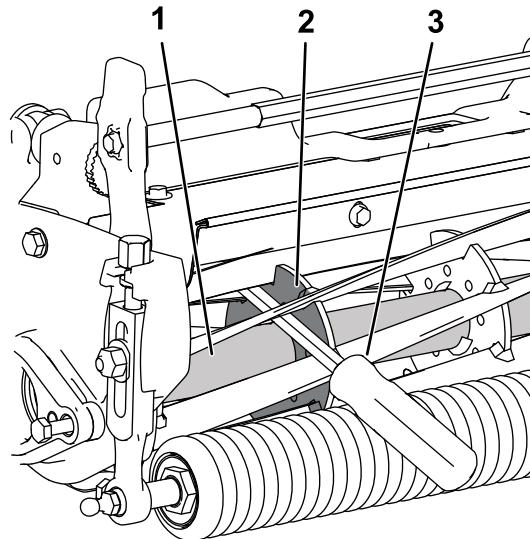

図 12
- B. リールサポートプレートの溶接されている側からバールを入れ図 12、
- 長い柄のバルドライバーハンドル付きの $\frac{3}{8} \times 12"$ を推奨を、トルク締めするカッティングユニットの側面に最も近いカッティングリールの前側に挿入する(図 12)。
- リールサポートプレートの溶接されている側からバールを入れ図 12、